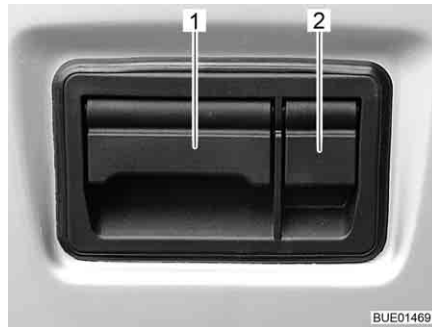

Fig. 34 Serratura dello sportello cofano posteriore, esterno
- Aprire lo sportellino di protezione (Fig. 34,2).
- Tirare verso l'alto lo sportellino (Fig. 34,1) ed aprire il cofano posteriore.